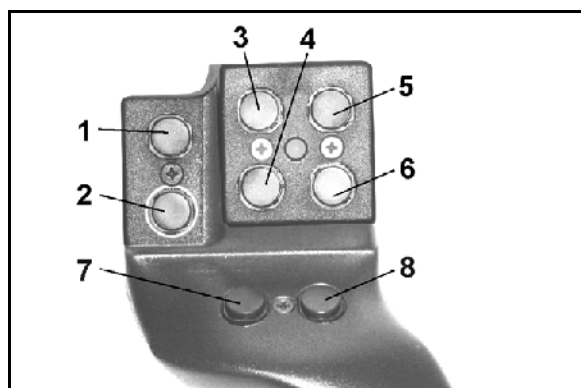
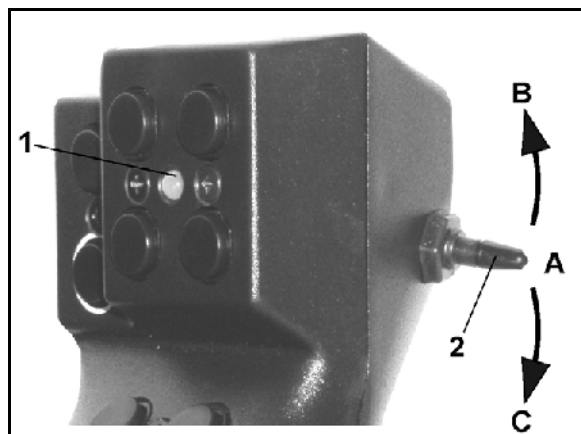

Рис. 59
Рис. 60
Для управления терминалом **AMATRON+** джойстик (Рис. 59) оснащен 8 кнопками (1–8). В дальнейшем с помощью переключателя (Рис. 60/2) возможно 3-кратное изменение назначения кнопок.
-  среднем положении (Рис. 59/A) и может быть установлен
-  как в верхнее (Рис. 59/B), так и
-  в нижнее (Рис. 59/C)
Положение переключателя отображается с помощью светодиодного индикатора (Рис. 59/1).